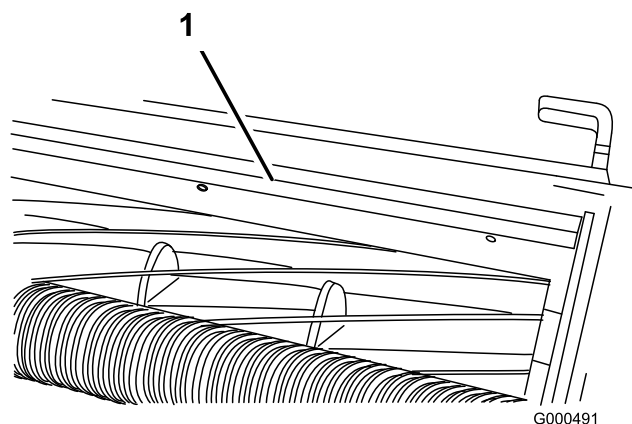

Figura 59
1. Desaperte os parafusos que fixam a barra superior (Figura 59) à unidade de corte.